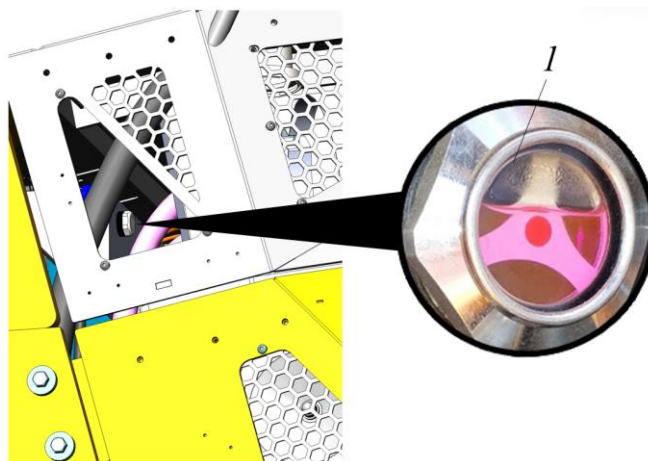

Рисунок 5.78. Смотровое окно для проверки уровня охлаждающей жидкости
- Используя подходящие приспособления (воронка, заправочный пистолет и т.д.), через горловину расширительного бачка заправить систему свежей охлаждающей жидкостью до середины смотрового окна, см. поз. 1, рис. 5.78.